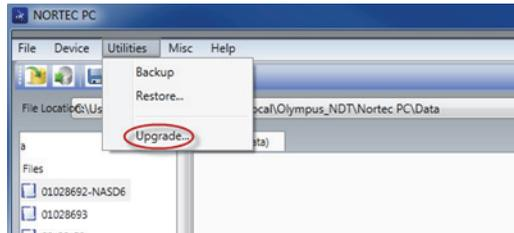

Figura 6-12 Menú Utilities
6. En el menú **Utilities** del *software* NORTEC PC, seleccione la opción **Upgrade** (actualizar). Vea la Figura 6-12 en la página 337.